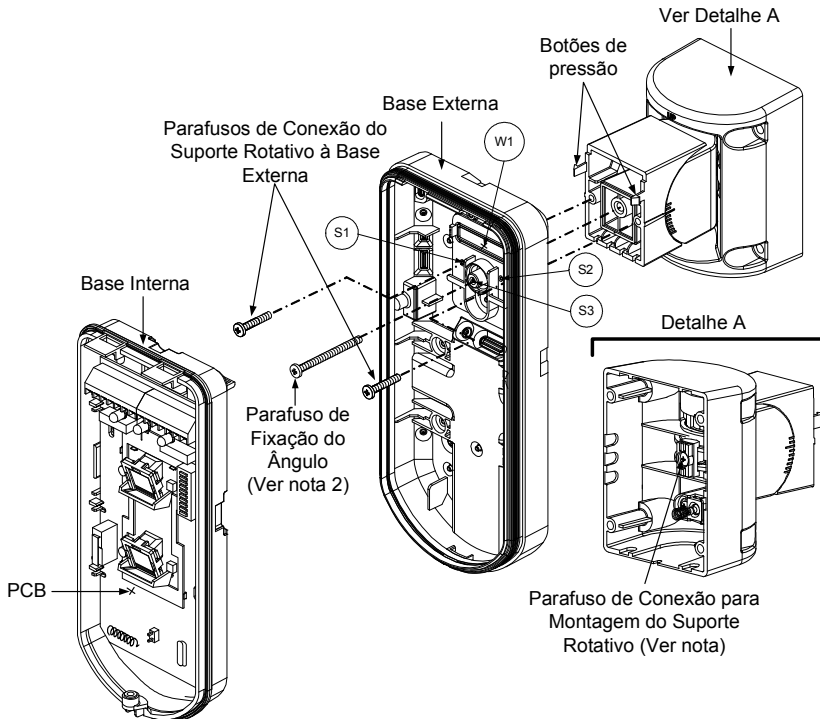

Figura 8
8. Fixe a base externa ao suporte rotativo usando os botões de pressão apropriados (Figura 8).
9. Assegure a base externa ao suporte rotativo com 2 parafusos presos aos furos pré-marcados S1 e S2 (Figura 8).
10. Insira o fornecido parafuso de fixação do ângulo da base externa através do furo pré-marcado do parafuso de fixação do ângulo S3 na base externa ao suporte rotativo (Figura 8).
Quando as marcas nas duas partes móveis estão alinhadas (Figura 8), o Suporte Rotativo Estandarte está na posição vertical / horizontal de 0°. Cada clique a partir desta posição representa um incremento / redução de 5° na posição vertical / horizontal.